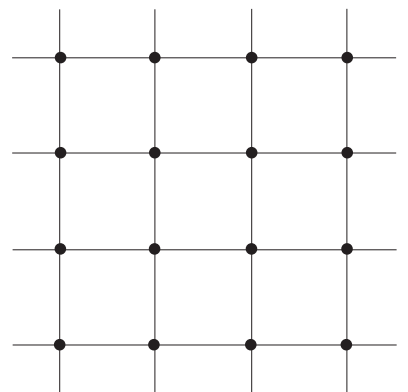

Figure 5
- Après que vous obtenez le placement précis, agrandir les points en permettant plus de matériel de circuler par l'aérographe et en augmentant la distance entre l'aérographe et le papier. Voir Figure 5.